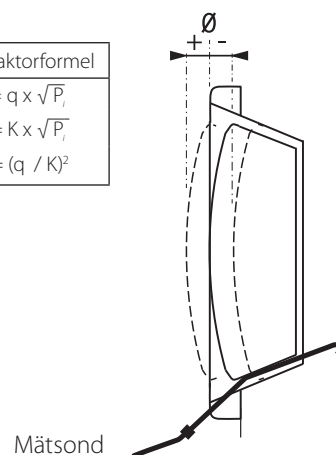

Bild 1. Injustering med mätsond.
- Beakta ventilkäglans läge. Kägla utgår ifrån ett 0-läge och kan ställas inom ett max (+) / min (-) intervall, se bild 1 samt K-faktortabell **T1**.